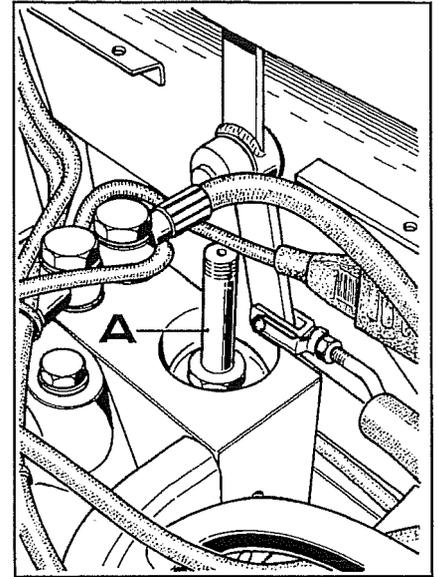

Abb. 13
2. Den Solenoid **A** (Abb. 13) vom Gehäuse des Magnetventils losschrauben und herausziehen.